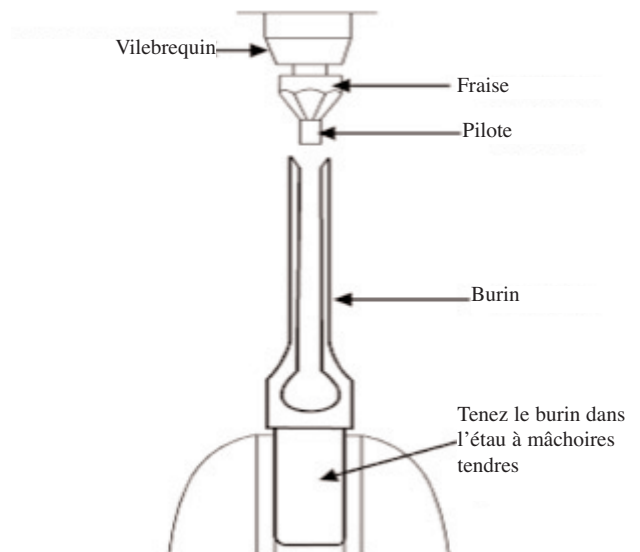

Figure 8
2. Affûtez le burin avec une fraise de burin à mortaise avec la bonne taille. (La taille dépendra de la taille du burin). Deux ou trois tours de la fraise d'un mandrin de vilebrequin devraient être suffisants pour affûter le burin, comme indiqué sur la Figure 8.